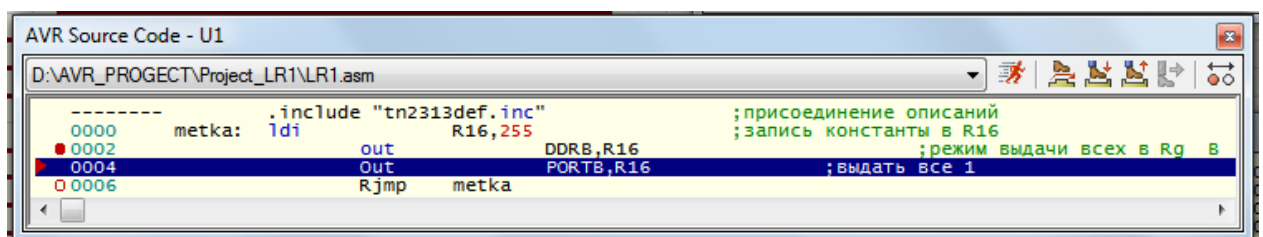

Рис.3.15. Окно исходного текста программы
- Исходный код микроконтроллера (*Source Code*). Это окно (рис.3.15) доступно только при загрузке готового файла контроллера с расширением *.obj* или при создании файла в среде Proteus. При наличии этого окна на экране очередной шаг процессора будет изменять положение курсора в окне. Курсор будет указывать на выполняемую сейчас команду;